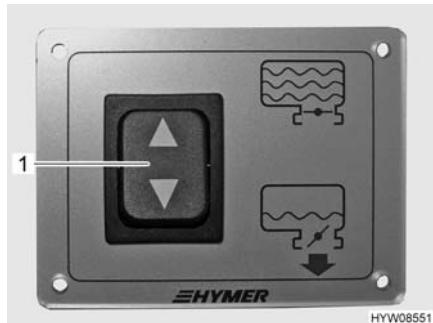

Fig. 160 Interruttore di comando (rubinetto di scarico)
L'interruttore di comando (Fig. 160,1) per lo scarico delle acque grigie si trova nel garage di coda. Il tubo di scarico con collegamento per un tubo di gomma per lo scarico si trova sotto al veicolo.
- Aprire il rubinetto di scarico. A tal fine premere verso il basso l'interruttore di comando (Fig. 160,1). Le acque grigie fuoriescono.
- Dopo il deflusso completo delle acque grigie, richiudere il rubinetto di scarico. A tal fine premere verso l'alto l'interruttore di comando (Fig. 160,1).